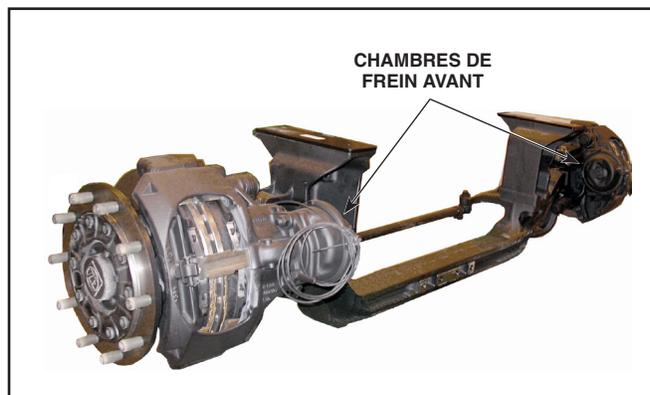

Figure 7 - Chambres de frein sur l'essieu avant
Voir Figure 7.
2. Avant d'installer la chambre de frein, nettoyer la surface d'étanchéité et appliquer de la graisse blanche (tel que Renolit HLT2 ou un équivalent), à la bague de réglage sphérique dans le levier. Voir Figure 7.